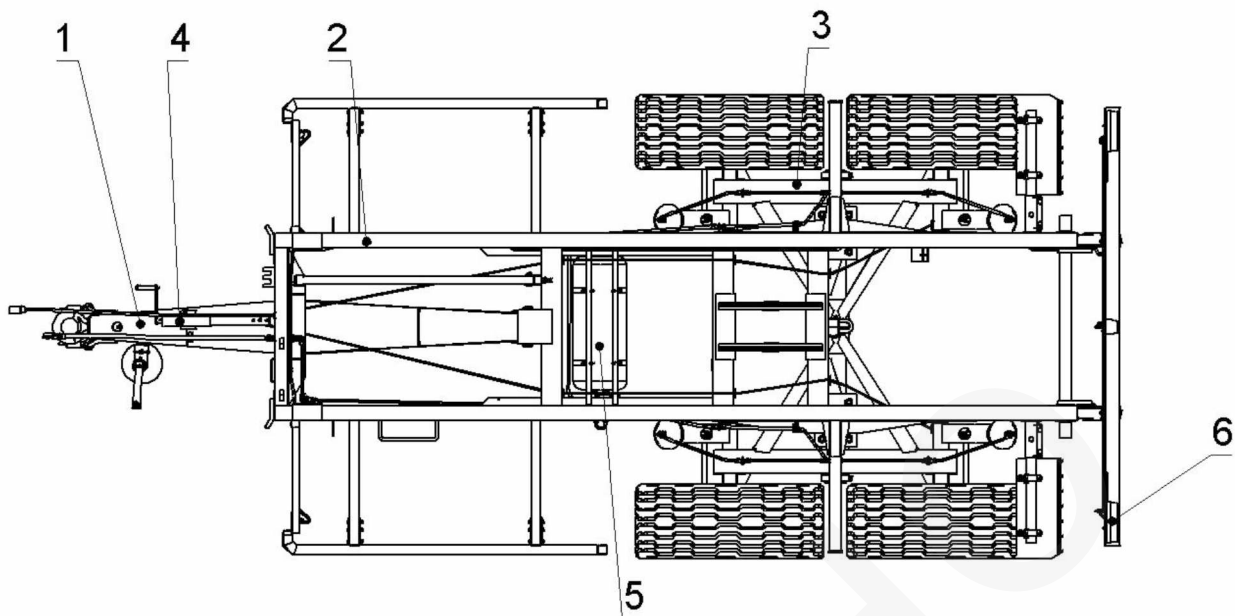

Рисунок 1.2 – Шасси полуприцепа
2.2 Шасси (рисунок 1.2) 1 полуприцепа состоит из рамы 2 с дышлом 1, балансирной тележки с колесами 3, заднего защитного устройства. На шасси смонтированы гидрооборудование подъема кузова, электрооборудование 6, пневмосистема тормозов 5, ручного тормоза 4.